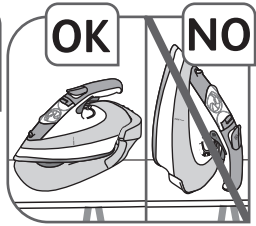

Fig. 13
- Nu sprjiți fierul de partea sa din spate în faza de repaus, ci așezați-l pe suport – **fig.13**.